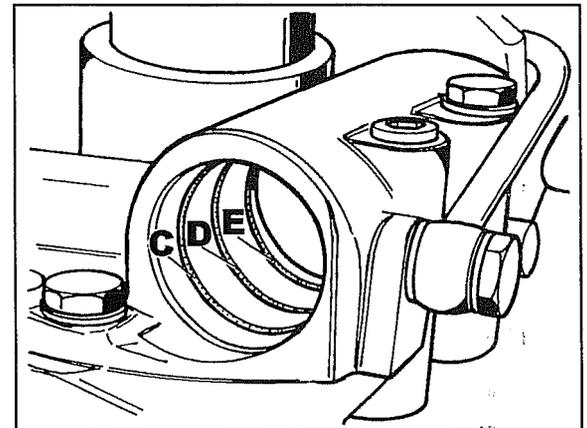

Abb. 81
- Vor dem Wiedereinbau der neuen Ringe C-D-E (Abb. 81) sicherstellen, daß die Sitze des Zylinders keine Grate aufweisen, an denen die Dichtungsringe bei der Montage beschädigt werden können, oder daß keine Rillen vorhanden sind, aus denen Öl durchsickern kann. Auch den Zylinder beschauen, ob er keine Rillen aufweist.